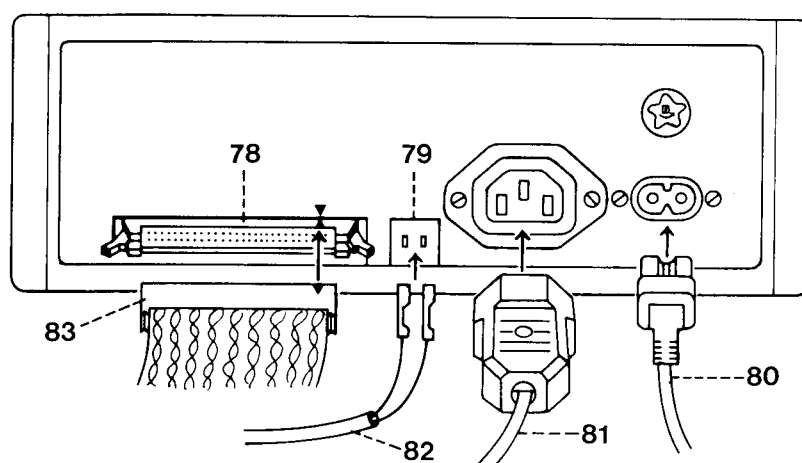

Fig. 29c
- Brancher le cordon 81 du testeur sur la machine et sur le testeur (fig. 29c).
- Brancher les fils 82 de rhéostat du testeur sur les broches 79 du testeur (fig. 29c).
- Brancher le second connecteur 83, flèche sur flèche, dans le raccord 78 au verso du testeur et enclencher les verrous (fig. 29c).